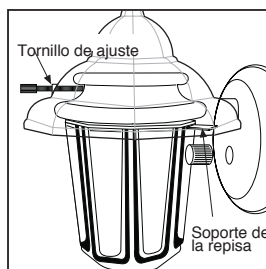

**Figura 7**
- f.** Para las unidades con vidrio y tornillo de ajuste delantero, afloje cuidadosamente el tornillo, quite el vidrio y coloque la bombilla. Vuelva a unir el vidrio cuidadosamente, ajustando la parte trasera de éste en los soportes de las repisas. Fije el vidrio con los tornillos de ajuste. Fíjese que el tornillo de ajuste y el soporte de la repisa estén a distintos niveles en el vidrio cóncavo (ver la figura 7).